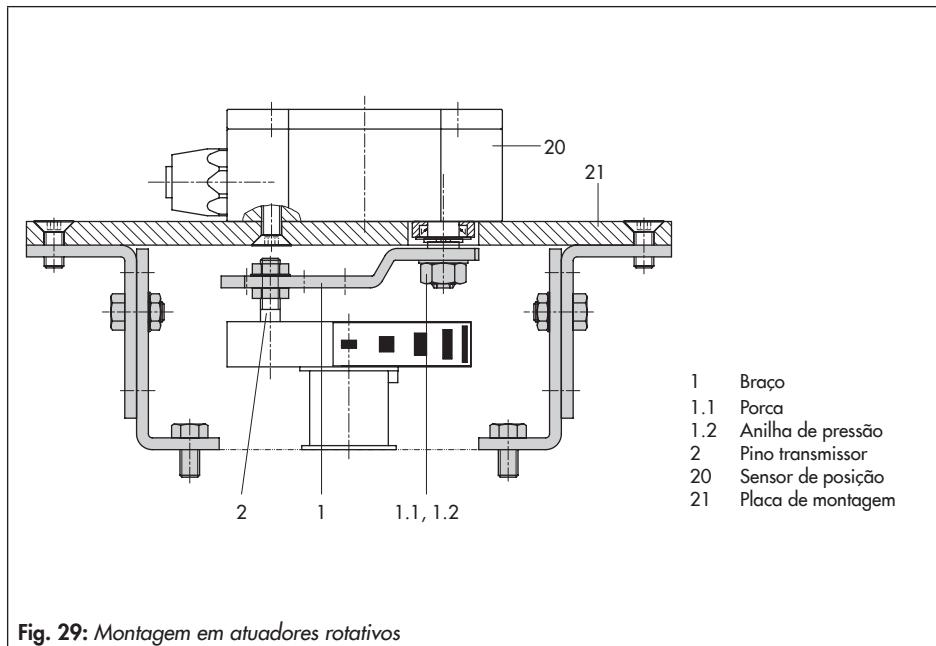

Fig. 29: Montagem em atuadores rotativos
- Consulte a Fig. 29
- Coloque o braço (1) do sensor na **posição intermédia** e **mantenha nessa posição**. Desenrosque a porca (1.1) e retire o braço em conjunto com a anilha de pressão (1.2) do veio do sensor.
- Aparafuse o sensor de posição (20) na placa de montagem (21).
- Substitua o pino transmissor (2) normalmente montado no braço (1) pelo pino transmissor metálico (\varnothing 5 mm) dos acessórios e aparafuse-o no orifício para a posição de pino a 90° .
- Coloque o braço (1) e a anilha de pressão (1.2) no veio do sensor. Mova o braço para a **posição intermédia** e **fixe nessa posição**. Aparafuse a porca (1.1).